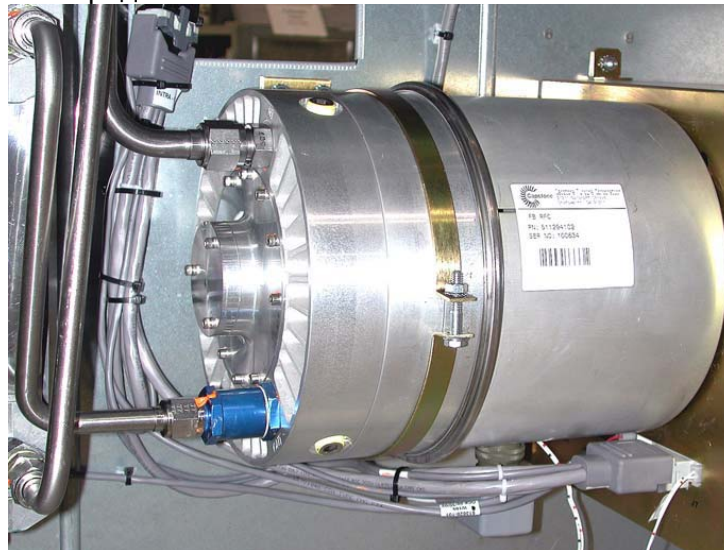

Рисунок 39 Воздушный компрессор
- воздушный компрессор (рис.39) представляет собой многоступенчатый компрессор, приводимый во вращение электродвигателем.